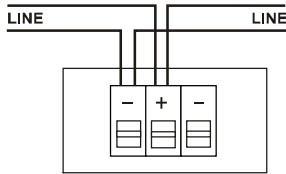

Fig. 4: Elektrischer Anschluss
4. Schließen Sie die Melderlinie gemäß Fig. 4 an:
- Connect the detector lines in accordance with Fig. 4: